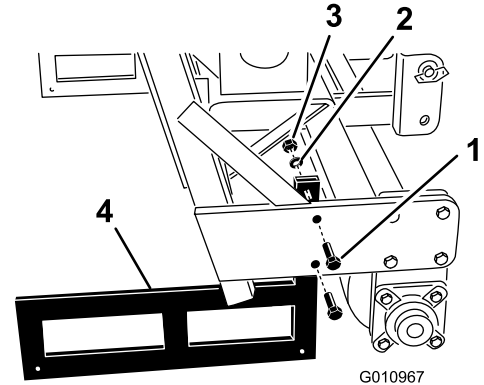

図 32
2. 保管用スタンドとエアレータとを接続しているボルトとロックワッシャとナットを取り外す 図 32。